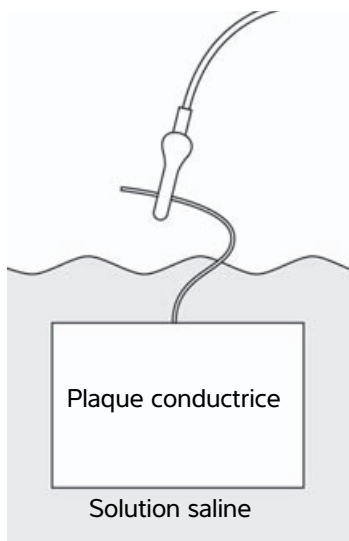

Figure6 Raccordement de la plaque conductrice
- a Raccorder le câble noir à la plaque conductrice plongée dans la solution saline, comme indiqué à la **Figure 6**.